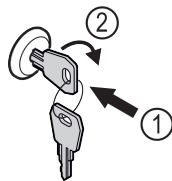

Fig. 126
- ▶ Insérer la clé Fig. 126 (1).
- ▶ Tourner la clé à 90° dans le sens horaire Fig. 126 (2).